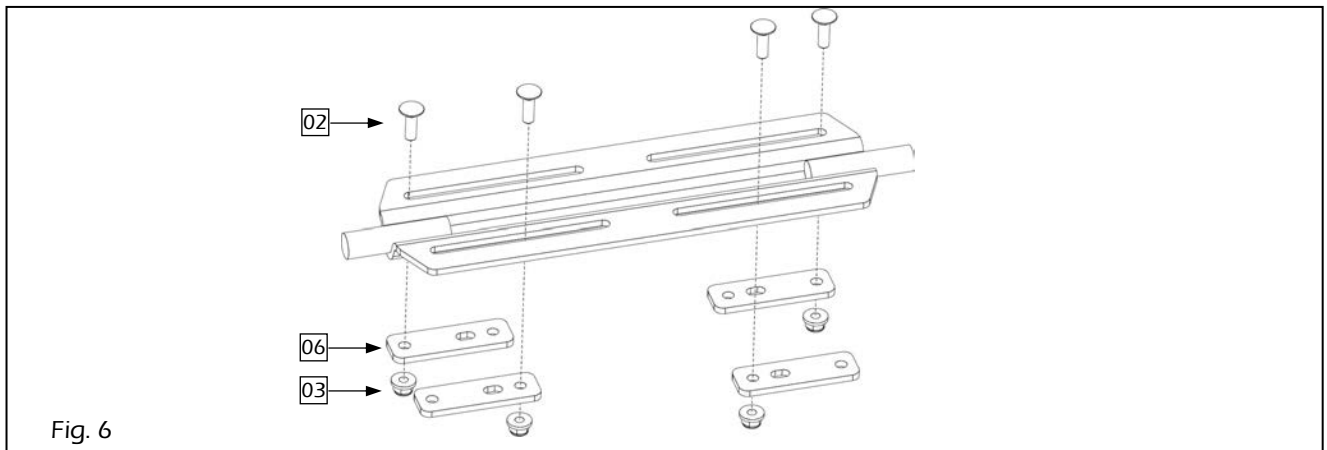

Fig. 6
- 6) Préassemblez les plaques de fixation 06 à l'aide des quatre (4) boulons de carrosserie M8-1.25 x 25 mm 02 et de quatre (4) écrous à épaulement autobloquants M8-1.25 03 (consultez la figure 6). Ne serrez pas à cette étape.
- 6) Pre-assemble the locking plates **06** using the four (4) M8-1.25 x 25 mm carriage bolts **02** and four (4) M8-1.25 self-locking flange nuts **03** (see Figure 6). Do not tighten at this step.